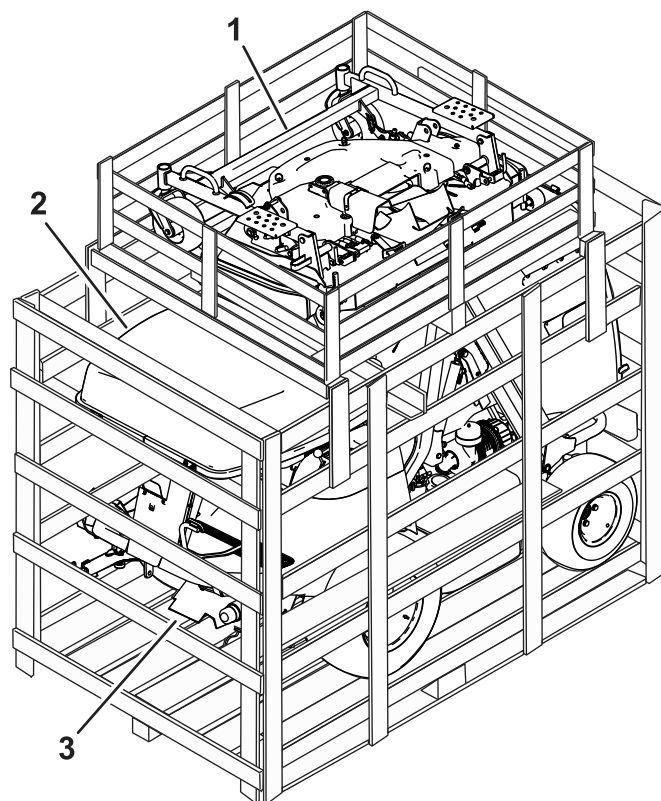

Figura 1
2. Rimuovete la cassa del piatto di taglio (Figura 1).
3. Rimuovete il portello della tramoggia dalla cassa (Figura 1).
10. Rimuovete la macchina dalla cassa (Figura 1).